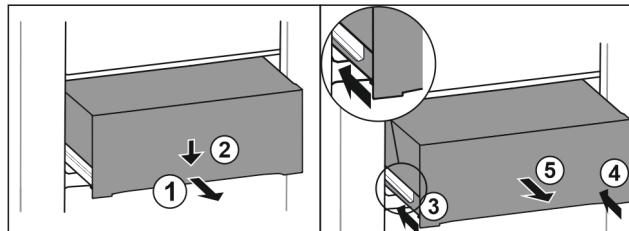

Fig. 91
- Витягніть ящик на половину. Fig. 91 (1)
- Спрямуйте висувний ящик вниз спереду. Fig. 91 (2)
- Вставте ліву рейку приблизно на 2 см. Fig. 91 (3)
- Вставте праву рейку приблизно на 2 см. Fig. 91 (4)
- Вийняти висувний ящик рухом вперед. Fig. 91 (5)